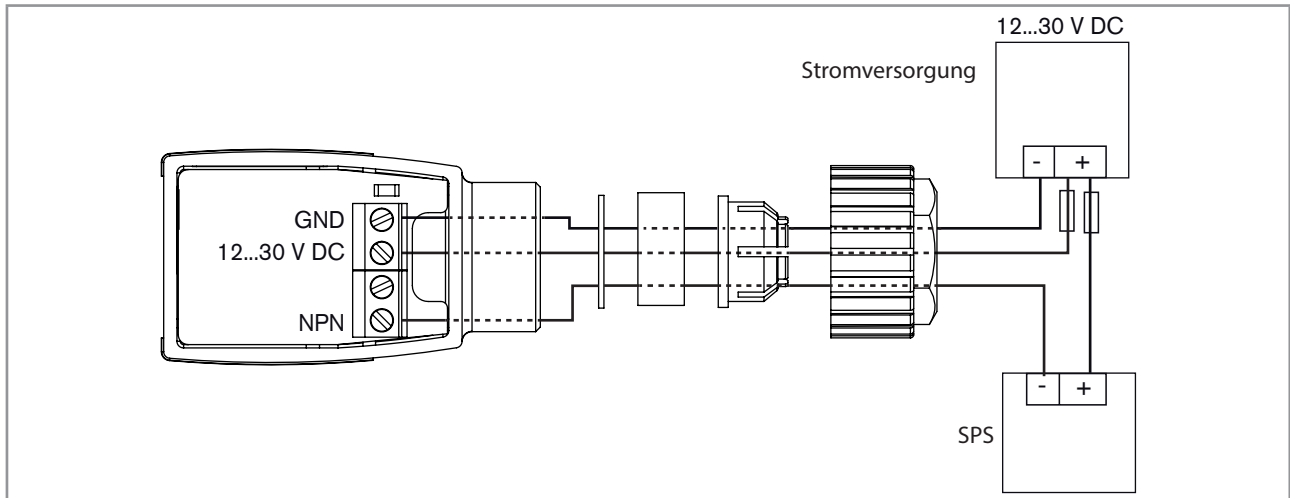
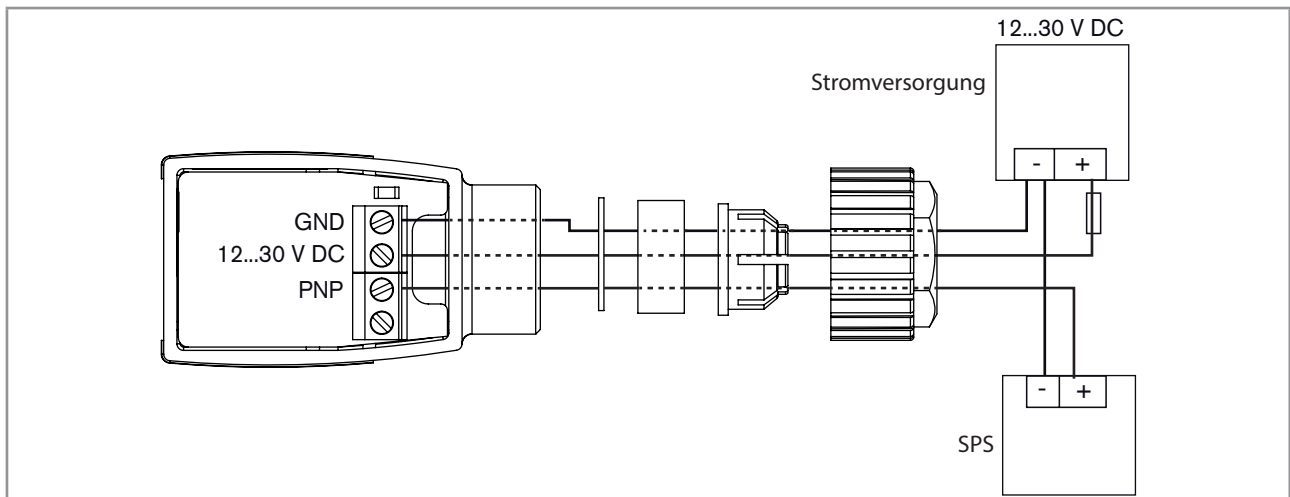

Bild 4: Gerät mit Kabelverschraubung – NPN-Anschluss des Transistorausgangs
Bild 5: Gerät mit Kabelverschraubung – PNP-Anschluss des Transistorausgangs
- Den Transistorausgang anschließen. Der Transistorausgang kann auf folgende Arten angeschlossen werden: NPN oder PNP. Siehe Bild 4 oder Bild 5.